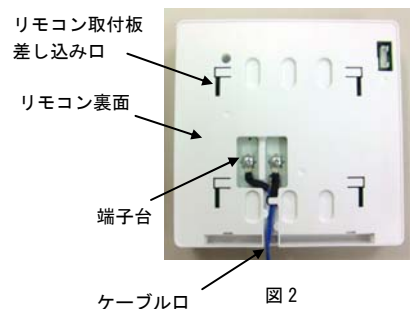

図2
- ② リモコンコードを端子台に接続し、ケーブル口より引き出してください。(図2)